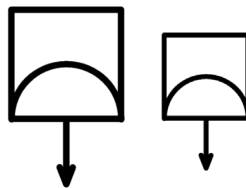

Рис. 2. Изменение масштаба УГО (коэф. масштабирования: 1; 0.6).
2. Возможность изменения масштаба УГО (доступны коэф. масштабирования: 1; 0.6; регулируется параметрами «УГО Масштаб 1 Видимость», «УГО Масштаб 0.6 Видимость», соответственно), см. рис. 2 и раздел «Параметры экземпляра» в таблице 2.